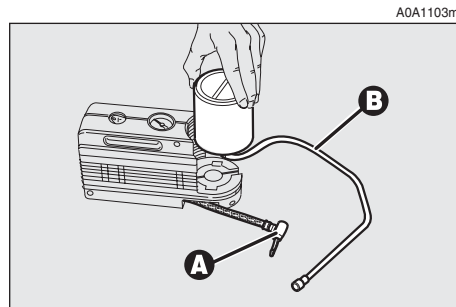

fig. 19
- separe el acoplamiento **A-fig. 19** y desconecte el tubo **B**;